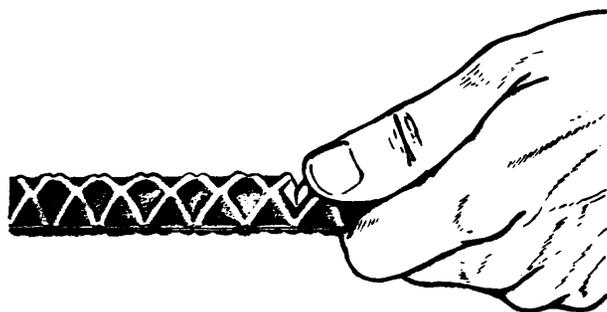

Fig. 5
- 2º paso *Haga una pequeña ranura en la cabilla, dándole el primer movimiento a la segueta hacia atrás. (Fig.5).*